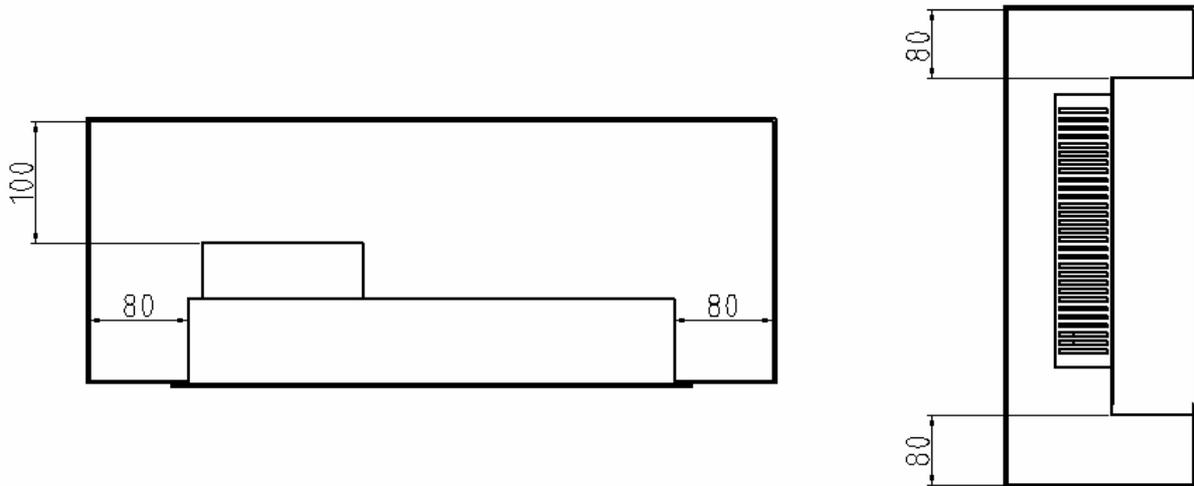

图 1.3 数控系统的安装要求
- 1) 为了保证系统散热良好，在安装时必须给系统四周留有足够的通风间隙，图 1.3 标出了留有通风间隙的最小尺寸。